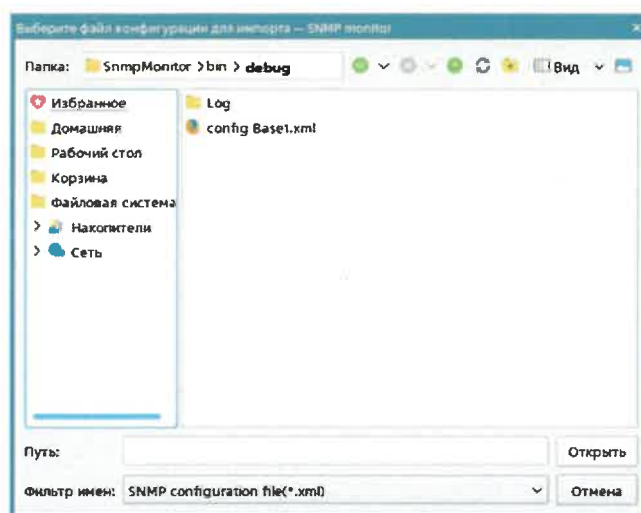

Рис. 16 – Импорт конфигурации
- **Импорт**  – загрузка ранее сохраненной (в том числе на другом ПК) конфигурации: в открывшемся окне (Рис. 16) выбрать файл конфигурации и нажать кнопку «Открыть».